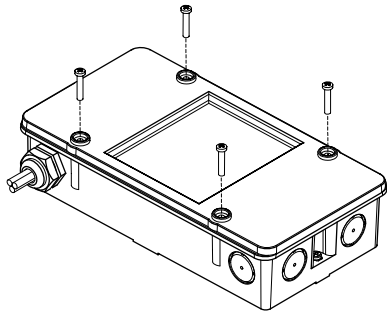

Рис. 6
1. Откройте корпус (Рис.6).
6. Закройте корпус с помощью прилагаемых винтов (Рис. 6).